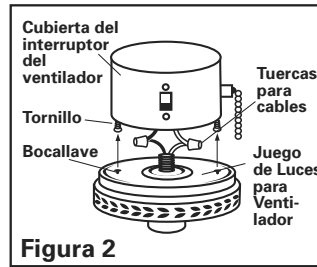
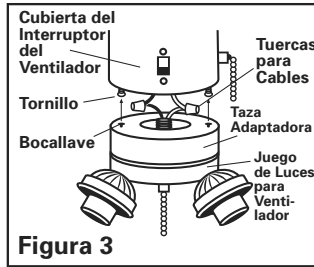

Figura 2
Figura 3
4. Conecte estos cables al juego de luces usando los conectores de cable (Vea la figura 2 ó 3). Blanco (gris) a blanco y azul (rojo) a negro.
6. Meta cuidadosamente todos los cables nuevamente dentro del alojamiento del ventilador. Instale el juego de luces alineando las ranuras de bocallave con los dos tonillos anteriormente atornillados sólo hasta la mitad en el alojamiento del interruptor (Consulte la figura 2 para juegos de luces de una sola lámpara y la figura 3 para juegos de luces de 3 lámparas). Empuje de manera que los tornillos pasen a través de las ranuras de las bocallaves y gire de manera que se fijen en el extremo más angosto de las ranuras. Apriete de manera segura los tornillos para evitar que se suelte el juego de luces a causa de las vibraciones.